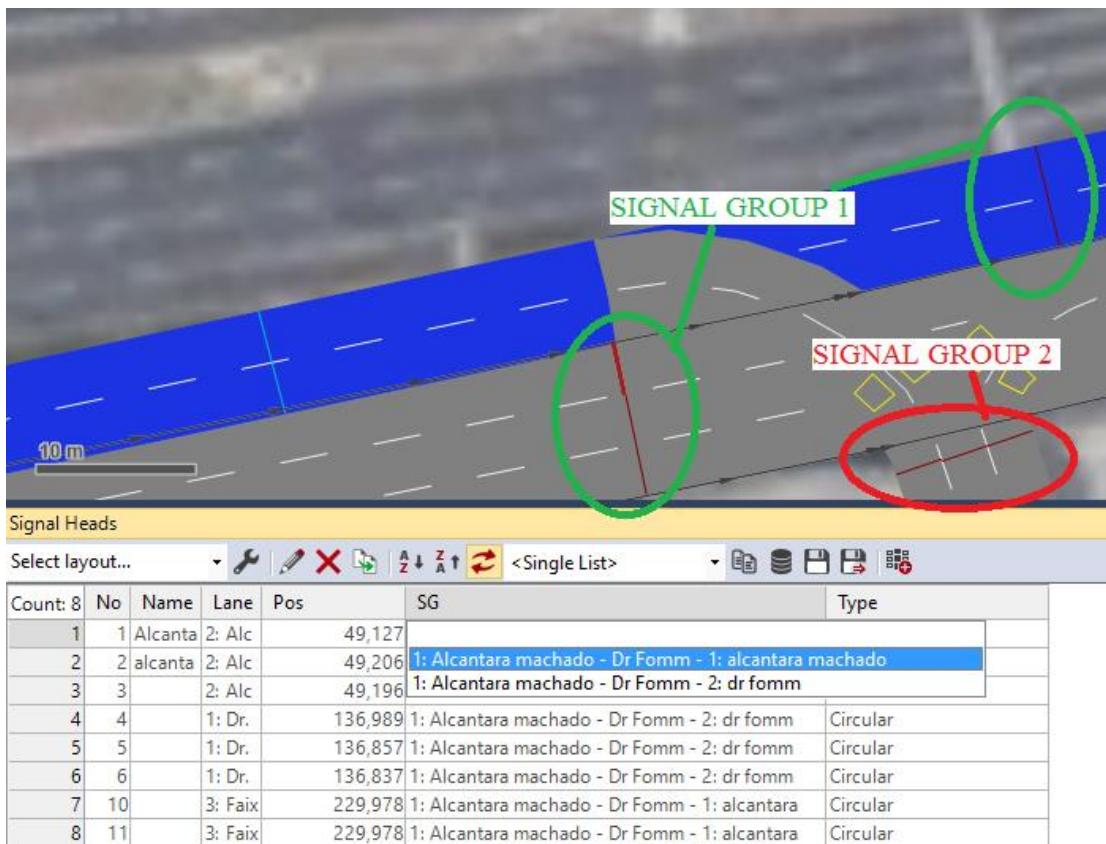

Figura 29
61. No menu inferior correspondente a lista **Signal Heads**, é necessário trocar os **Signal Groups** (SG), coluna **SG**, ajustando o tipo de semáforo à via em questão, indicada pela coluna **Lane**. Para os semáforos da Av. Alcântara Machado e da faixa reversa, selecione o grupo “AlcântaraMachado - Dr. Fomm 1: Alcântara Machado”, para os outros selecione o segundo grupo. Para a faixa reversa, o semáforo é do primeiro grupo (Figura 29).